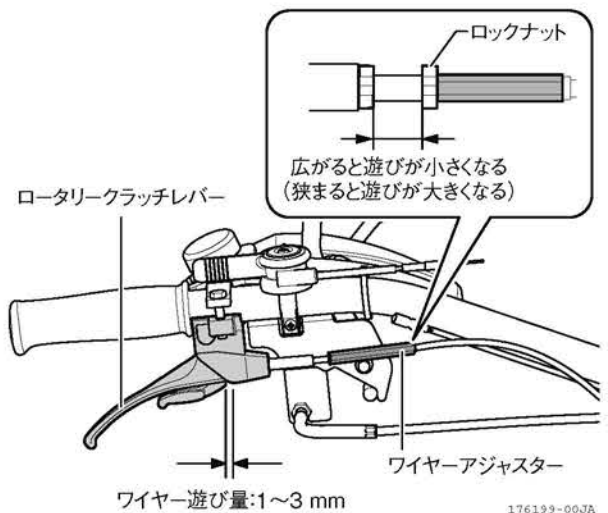

図 4-26 ロータリークラッチレバー、
1. ロータリークラッチレバーのワイヤーの遊び量が 1 ~ 3 mm になるようにアジャスターのロックナットで調整します。(図 4-26)